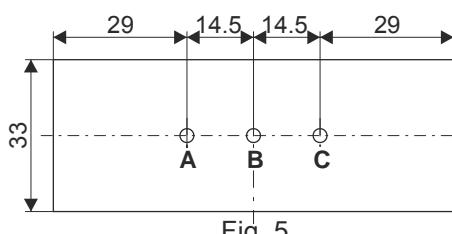

Fig. 5
3. Mark the drill hole(s) with Ø max. 20 mm on the back box according to the drilling jig (Fig. 5).
3. Markieren Sie die Bohrstelle(n) Ø max. 20 mm auf dem Gehäuseboden gemäß der Bohrschablone (Fig. 5).